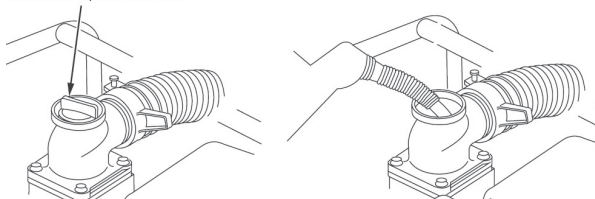

Рис. 7
- Отверните пробку заливной горловины насоса (*Рис. 7*);